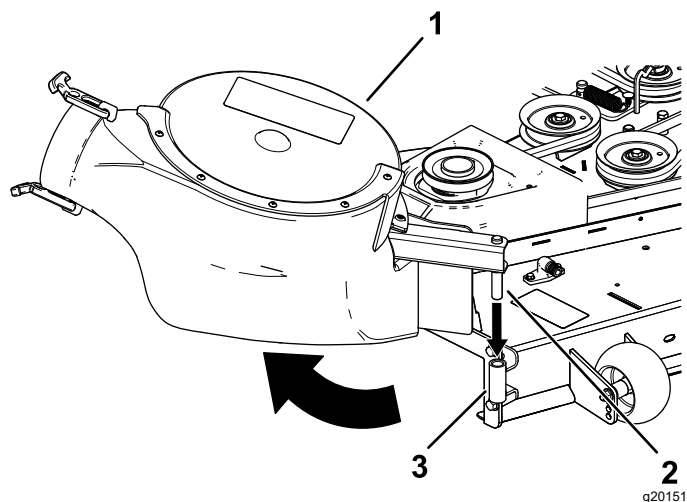

Figure 23
2. Insérez l'axe de pivot du ventilateur dans le support du ventilateur, et faites pivoter le ventilateur vers l'intérieur et vers la machine (Figure 23).